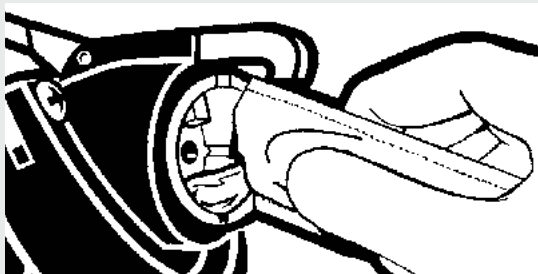

Figura 1.
- Aplica una capa fina de vaselina a la cara interior del dispensador Insta-Flo™. Esto facilita la limpieza de la cara del dispensador y prolonga la vida útil del dispensador Insta-Flo™. (Ver Figura 1)
- Utilizando la llave suministrada en el kit de ensamblaje de la pistola/manguera, apriete los ensamblajes de las mangueras de las válvulas «A» y «B» hasta que ambas estén ajustadas. Aplique una capa de vaselina a la cara interior del dispensador Insta-Flo™. (Ver Figura 1)